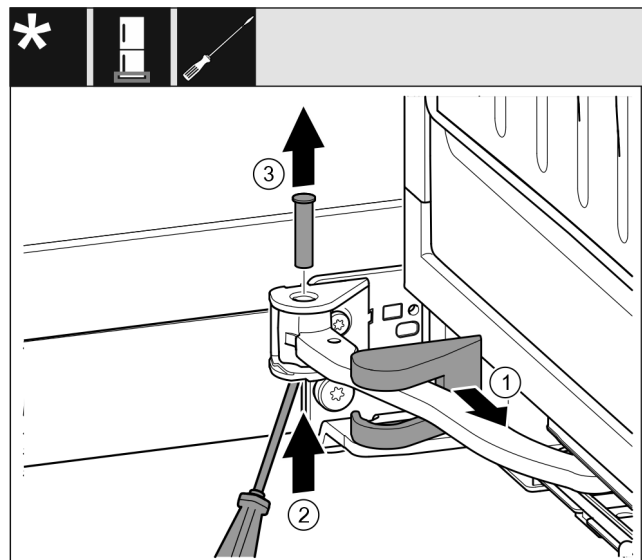

Fig. 15
- ▶ Húzza le a csapágybak fedelét, és tolja el a csukló mentén. Fig. 15 (1)
- ▶ Emelje meg alulról a csapszeget az ujjával vagy egy csavarhúzóval. Fig. 15 (2)
- ▶ Tegye a csavarhúzót a csapszeg feje alá, és húzza ki vele. Fig. 15 (3)